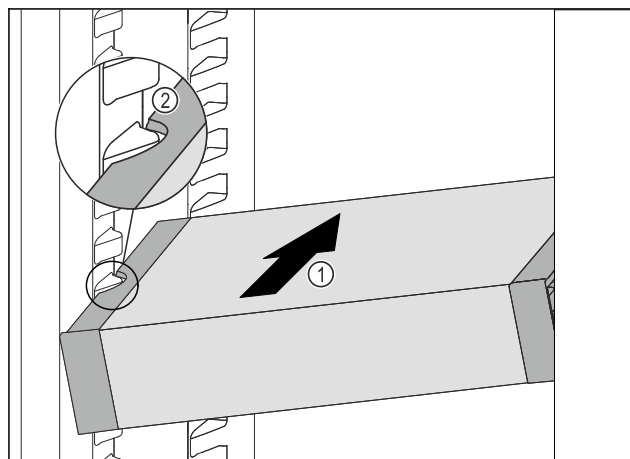

Fig. 73
- ▶ Zasuňte VarioSafe do chladničky pod úhlem tak Fig. 73 (1), aby vybrání na bocích Fig. 73 (2) VarioSafe byla na úrovni žebrování na nádoby v chladničce.